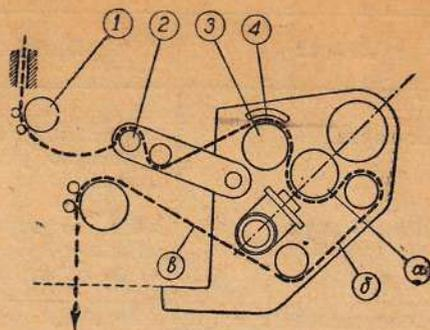

Рис. 5. — Схема прохождения пленки в блоке «КБ-2»
В конструкции блока «КБ-2» с целью недопущения колебания пленки со стороны скачкового (транспортного) барабана (1) (рис. 5) перед читающим световым штрихом введена целая система тормозных устройств, как-то: успокаивающие ролики (2), фрикционный барабан (3) и прижимная каретка (4).